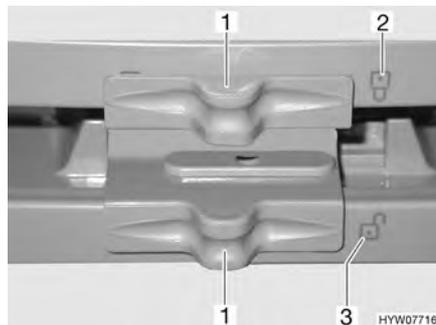

Fig. 169 Bloccaggio della porta del frigorifero/del vano congelatore (serie Dometic 7 con vano congelatore separato)
- Spingere il bloccaggio (Fig. 169,1) di lato in modo che la serratura aperta "🔓" (Fig. 169,3) sia visibile.
- Spingere il bloccaggio (Fig. 169,1) di lato in modo che la serratura aperta "🔓" (Fig. 169,2) sia visibile.